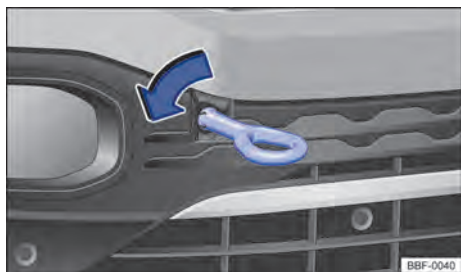

Fig. 201 No para-choque dianteiro à direita: rosquear a argola de reboque.
- Rosquear a argola de reboque tão firme quanto possível **no sentido anti-horário** no alojamento → Fig. 201 ⓘ → ⓘ. Utilizar um objeto